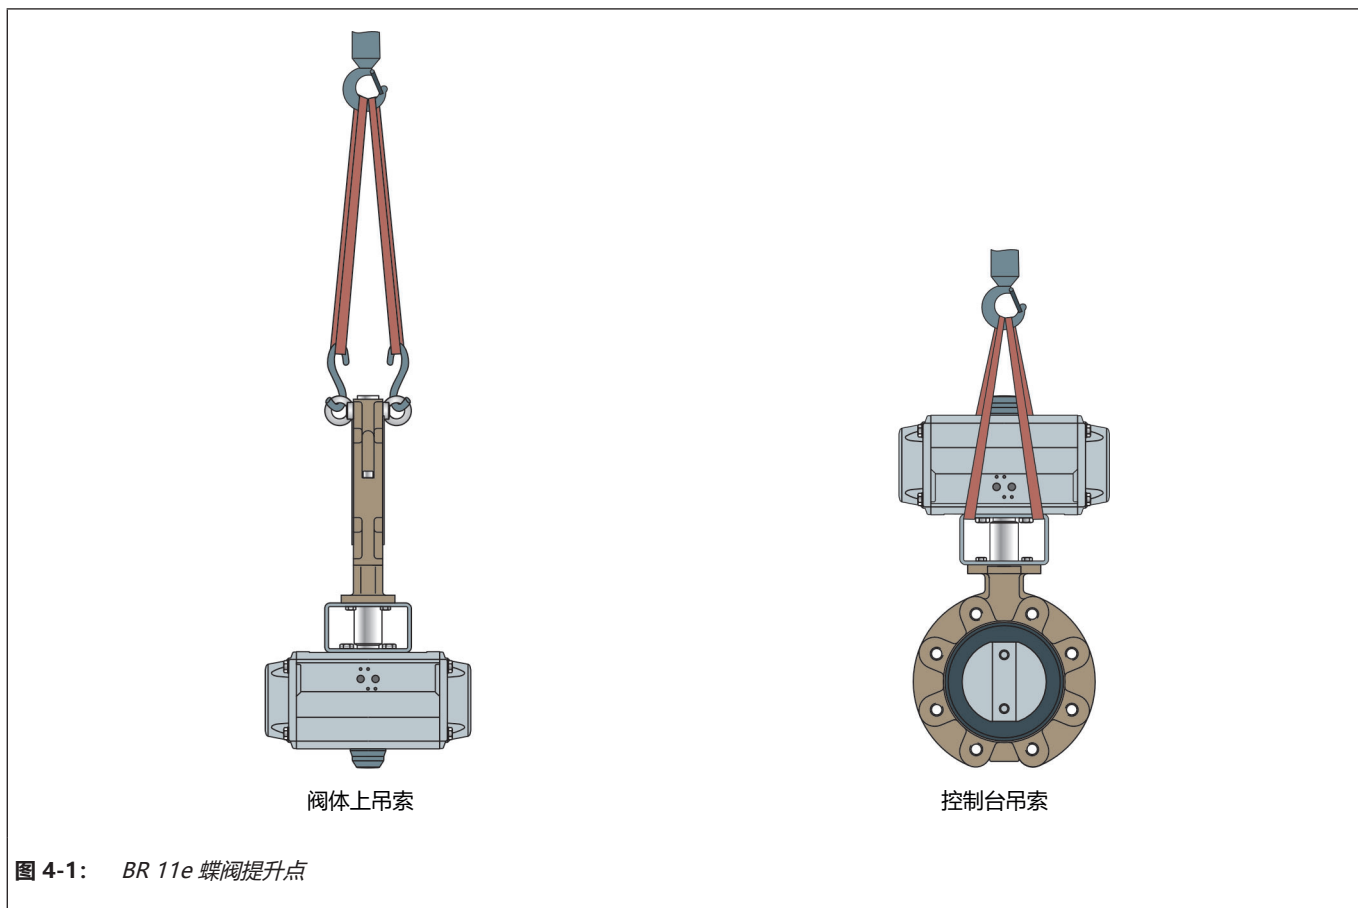

图 4-1: BR 11e 蝶阀提升点
- ⇒ 使用带有安全夹的挂钩作为悬吊元件, 以防吊索在提升和运输期间滑离挂钩, 请参见图 4-1。
- ⇒ 将吊索扣紧到起重机或叉车的每个悬吊元件（例如，挂钩），请参见图 4-1。在执行此操作时，请检查承载量和吊索长度，以确保安全。
- ⇒ 将吊索扣紧到起重机或叉车的托架和悬吊元件（例如，挂钩），请参见图 4-1。在执行此操作时，请检查承载量和吊索长度，以确保安全。